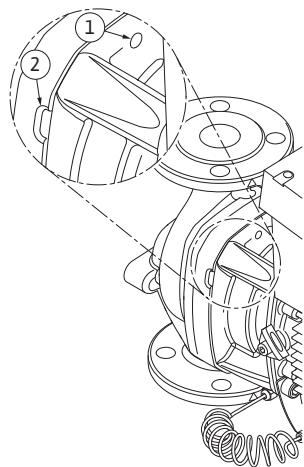

Fig. 47: Perforaciones con rosca y hendiduras para retirar el componente integrado de la carcasa de la bomba.
13. Retire el componente integrado (ver Fig. 13) de la carcasa de la bomba. Para ello se recomienda el uso de dos perforaciones con rosca (Fig. 47, Pos. 1), sobre todo para aflojar el encaje. Para aflojar el encaje, introduzca tornillos adecuados en las perforaciones con rosca. Si el módulo es accesible, para retirarlo se pueden usar adicionalmente hendiduras (Fig. 47, Pos. 2) entre la carcasa de la bomba y la interna (para ello, introduzca p. ej. dos destornilladores y úselos como palancas). Después de sacarlo unos 0.6 in (15 mm), el componente integrado ya no se introduce en la carcasa de la bomba.